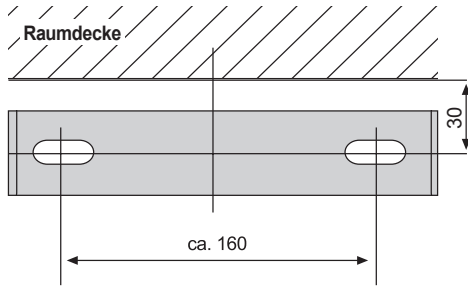

Abb. 15
Befestigen Sie das Montageblech (9) (Abb. 15) mit zwei Schrauben 4x40 mm (12) und zwei Dübeln 8 mm (13) an der Wand.